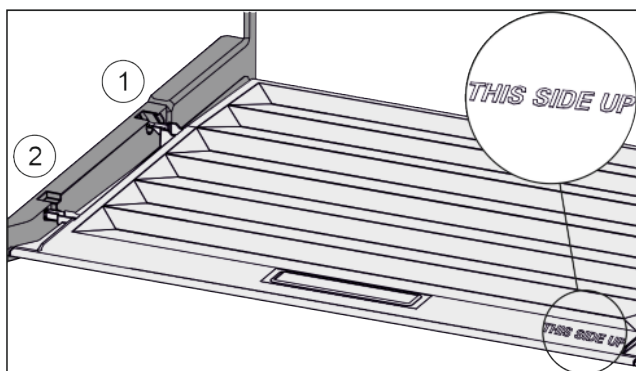

Fig. 45
- ▶ Deckelstege über Öffnung der hinteren Halterung Fig. 45 (1) einführen und vorne in Halterung Fig. 45 (2) einrasten.